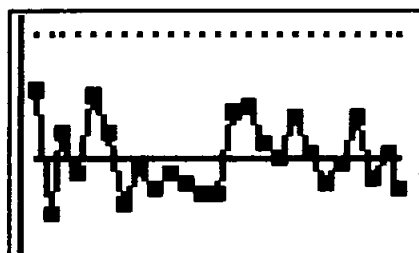

図7 上方管理限界と \bar{x} の管理図
①教師が作成したデモプログラムにより図7に示す上方管理限界と \bar{x} の管理図、下方管理限界と \bar{x} の管理図、Rの管理図を順に表示させる。
②次に、与えた表のデータを各自で入力させ、グラフの設定を行わせ \bar{x} -R管理図を作成させる。